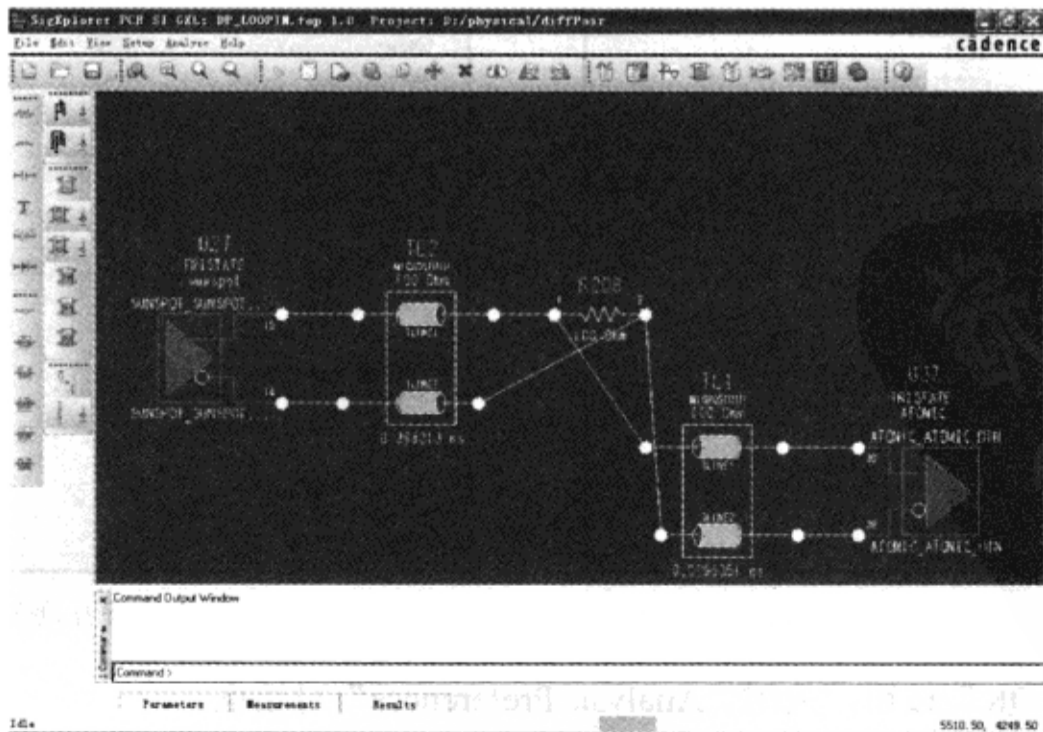

图 6-4-4 “SigXplorer PCB SI GXL”窗口
(4) 在表格的“Objects”栏选择“DP\_LOOPIN”→单击鼠标右键→从弹出的菜单中选择“SigXplorer”→弹出“SigXplorer PCB SI GXL”窗口，如图 6-4-4 所示→提取选择差分对的拓扑，在“SigXplorer PCB SI GXL”窗口显示了理想耦合传输线模型的差分对拓扑。